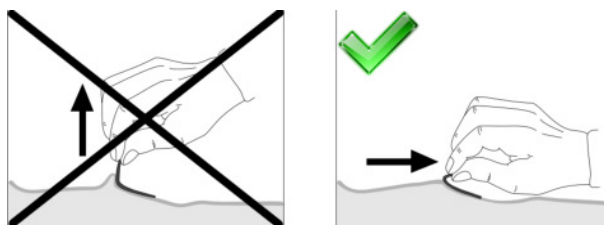

Fig. 4.12 Retrait des électrodes autoadhésives
3. Détacher délicatement les électrodes autoadhésives de la peau du patient (voir Fig. 4.12 Retrait des électrodes autoadhésives)